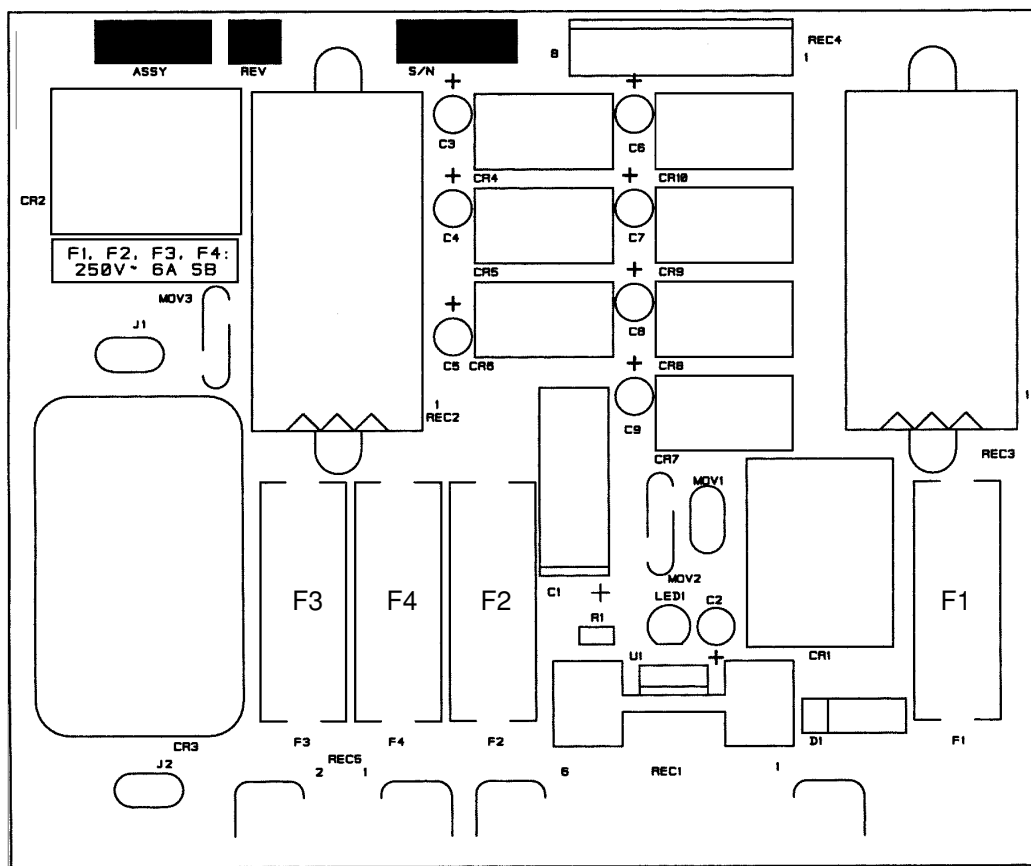

Figura 8-2 Scheda di distribuzione PCB1
6. Misurare la tensione sulla scheda di distribuzione PCB1. Vede Figura 8-2 per i dettagli su PCB1. Cercare i fusibili F1- F4 sulla scheda. Le misurazioni tra ciascun fusibile e la massa del telaio devono essere eseguite come segue:
1. Il pulsante verde ALIMENTAZIONE PB1 viene premuto, ma le ventole non funzionano e la spia verde ALIMENTAZIONE non si accende.	1.1. Il pulsante verde ALIMENTAZIONE (I) PB1 è difettoso. Controllare che l'interruttore funzioni correttamente e che ci sia un buon contatto elettrico. L'interruttore ALIMENTAZIONE è normalmente aperto. 1.2. Il pulsante rosso POWER OFF (0) PB2 è difettoso. Controllare che l'interruttore funzioni correttamente e che ci sia un buon contatto elettrico. L'interruttore POWER OFF è normalmente chiuso. 1.3. Il cablaggio relativo non realizza un buon contatto. Controllare il cablaggio e, se necessario, ripararlo o sostituirlo.
2. Il pulsante verde ALIMENTAZIONE PB1 viene premuto, la spia ALIMENTAZIONE si accende, ma le ventole non funzionano.	2.1. Il relè CR2 sulla scheda di distribuzione è difettoso. Controllare che il relè CR2 scatti quando viene premuto il pulsante ALIMENTAZIONE. Vedere Figura 8-2 per la posizione di CR2. Se CR2 è difettoso, sostituire la scheda PCB1. 2.2. Il connettore dalla scheda di distribuzione non è inserito bene. Controllare i pin, i connettori e il cablaggio relativo per verificarne la continuità. Se necessario, sostituire il connettore.
Controllare che CR1 scatti quando viene premuto il pulsante ALIMENTAZIONE. Vedere Figura 8-2 per la posizione di CR1. Se CR1 è difettoso, sostituire la scheda PCB1.